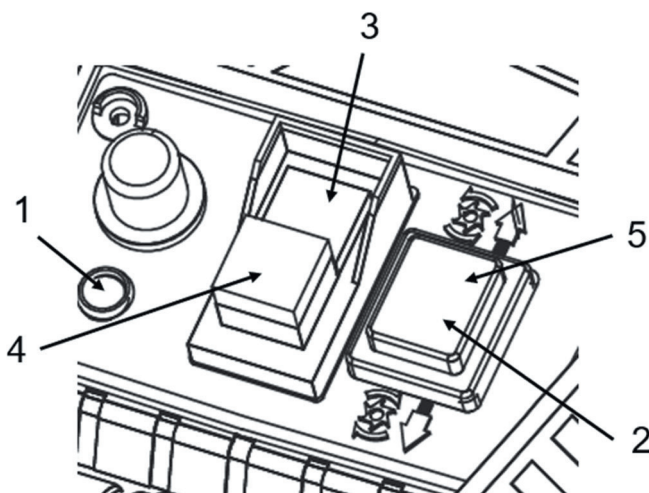

Рис. 9
2. Убедитесь, что индикатор питания горит (Поз. 1. Рис. 9).
3. Нажмите на переключатель вращения фрезы (Поз. 2 Рис. 9) из среднего положения - вниз, чтобы активировать режим вращения для измельчения древесины.
4. Нажмите кнопку «I» (Поз. 3. Рис. 9).
Для остановки изделия нажмите кнопку «O» (Поз. 4 Рис.9).
1. При отключенном питании, нажмите на переключатель режимов в положение, чтобы он переместился вверх (Поз. 5. Рис. 9) и активировался режим вращения фрезы в противоположную сторону (реверс).
2. Нажмите и удерживайте кнопку «I» (Поз. 3. Рис. 9) — двигатель будет работать, фреза вращаться, но только пока кнопка удерживается.
3. При отпускании кнопки «I» (Поз. 3. Рис. 9) вращение фрезы и двигателя останавливается.
1. Переведите переключатель режимов (Рис. 9) в среднее, нейтральное положение.
4. Переведите переключатель режимов (Поз. 5. Рис. 9) вверх, в положение реверса.
5. Нажмите и удерживайте кнопку (Поз. 3. Рис. 9) для обратного хода и вывода застрявшего материала.
6. Проверьте результат кратковременным запуском в штатном режиме, переведя переключатель вращения фрезы на измельчение ((Поз. 2. Рис. 9) и нажав на кнопку подачи питания (Поз. 3. Рис. 9)
1. Выключите измельчитель (Поз. 4 Рис.9).
2. Переведите переключатель режимов (Поз. 5. Рис. 9) вверх, в положение реверса.
3. Нажмите и удерживайте кнопку (Поз. 3. Рис. 9) для вывода застрявшего материала.
1. Выключите изделие (Поз. 4. Рис. 9) и отсоедините вилку от сети.